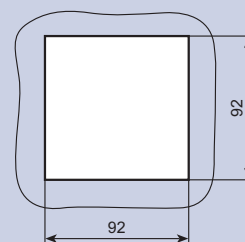

Рис. 1
**Габаритные размеры:** см. рис. 1 – 2